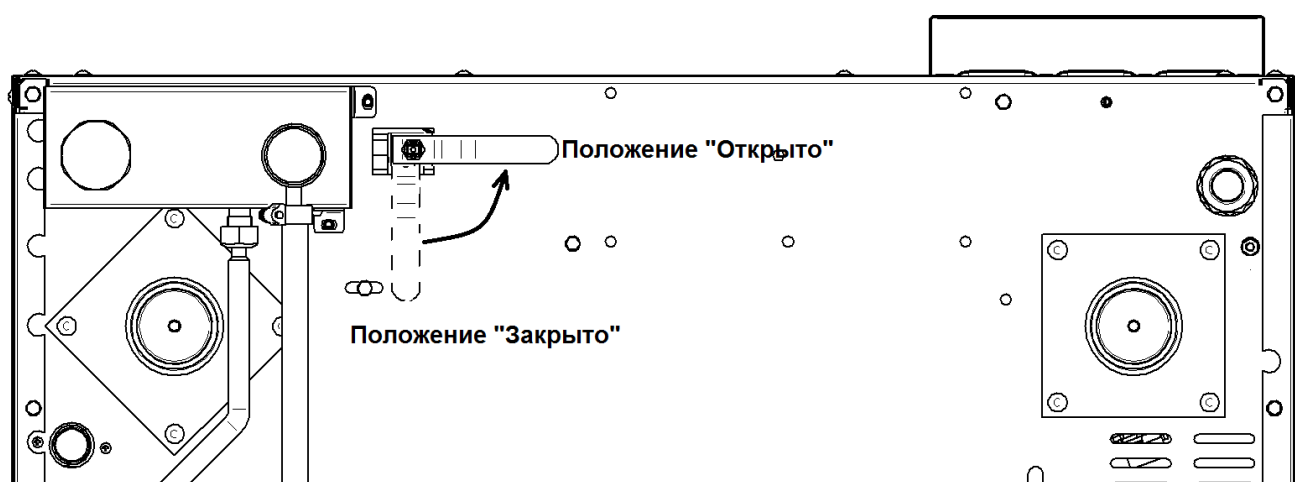
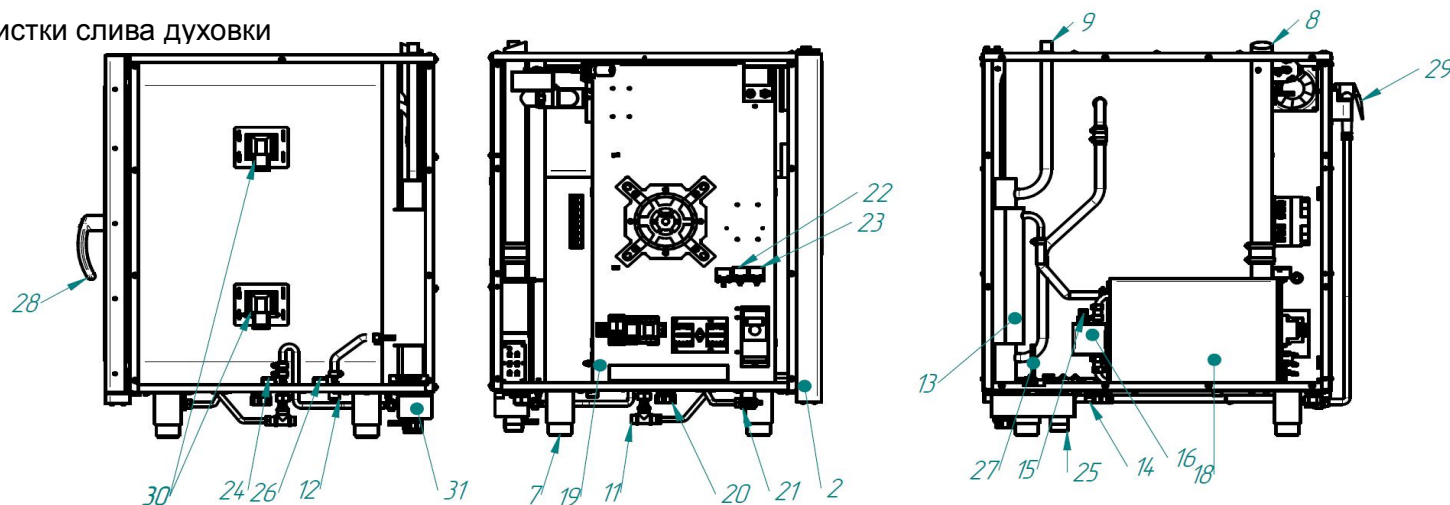

Рисунок 2 Кран слива воды с бойлера
Рисунок 1 Устройство пароконвектомата
Общий вид пароконвектомата приведен на рис. 1.
Духовка рис. 1 поз. 1, установлена на основании и снаружи закрыта съемной облицовкой и дверью.
Дверь имеет двойное остекление. Внутреннее стекло (рис. 1 поз. 3) установлен на петлях и может открываться для очистки.
Ручка двери (рис.1 поз. 28.) имеет двухступенчатый механизм открывания.
- вентилятор рис. 1 поз. 6 (крыльчатка с приводом) обеспечивающий равномерное перемешивание воздуха в духовке при работе. Электродвигатель вентилятора установлен на боковой стенке духовки;
- рабочий баллон от термовыключателя (плюс) 320⁰С (рис. 1 поз. 23). Термовыключатель предназначен для предотвращения аварийной ситуации, при отказе системы контроля регулирования температуры. Термовыключатель при достижении температуры в духовке (плюс) 320⁰С обесточивает цепи управления. Алгоритм работы контроллера, анализируя состояние контактов цепей управления, на панель управления выводит условный код ошибки (см. п. 8).
- направляющие рис. 1 поз. 5 левая и правая (для установки гастроемкостей);
- на правой стенке, под защитным стеклом, установлены две лампы освещения (рис. 1 поз. 30).
Сбор влаги с двери 3 и духовки происходит в лоток (рис. 1 поз. 4).
Духовка соединена с внешней средой через коллектор (рис. 1 поз. 9).
Электрооборудование установлено за левой стенкой на щите монтажном (рис.1 поз. 19).
Контроллер расположен за панелью управления (рис. 1 поз. 2).
– подвод воды к парогенератору (рис. 1 поз. 12)
– подвод воды к душевому устройству и к системе охлаждения коллектора (рис. 1 поз. 11).
Парогенератор рис. 1 поз. 18 вырабатывает и обеспечивает подачу пара на заданных режимах работы в духовку.
Для контроля уровня воды в парогенераторе предусмотрен бачок (рис. 1 поз. 17), в котором установлены два электрода (рис. 1 поз. 15). Контроллер формирует сигнал и посылает сигнал на электроды. По состоянию сигнала на электродах контроллер формирует команду на
включение или выключение электромагнитного клапана (рис. 1 поз. 26) (заполнение бойлера): при снижении уровня воды в парогенераторе ниже длинного электрода контроллер выдает сигнал на включение электромагнитного клапана, а при достижении уровня воды верхнего электрода контроллер выдает команду на отключение электромагнитного клапана. Для предотвращения аварийной ситуации, при отказе системы контроля уровня воды, в парогенератор установлен рабочий баллон термовыключателя (рис. 1 поз. 22), рабочий баллон соединяется с корпусом терморегулятора с помощью капиллярной трубки. Термовыключатель при достижении температуры (плюс) 160⁰С обесточивает систему управления. Алгоритм работы контроллера, анализируя состояние контактов цепей управления, на панель управления выводит условный код ошибки (см. п. 8).
Для слива воды из парогенератора предусмотрен кран (рис. 1 поз. 14). Кран слива воды с парогенератора расположен под основанием пароконвектомата ближе к задней стенке (см. рис. 2). При установке ручки параллельно задней стенке кран переводится в положение «Открыто».
При установке ручки крана перпендикулярно задней стенке кран переводится в положение «Закрыто» (см. рис. 2).
Пар, пройдя через духовку, поступает в коллектор (рис.1 поз. 13), где конденсируется и поступает в водосборный коллектор (рис. 1 поз. 31). Температуру сливаемого в канализацию конденсата отслеживает датчик (рис. 1 поз. 27). Если температура конденсата выше 85⁰С, то контроллер выдает сигнал управления на электромагнитный клапан охлаждения коллектора (рис. 1 поз.24) и сливаемый конденсат охлаждается водопроводной водой.
Пароконвектомат укомплектован душевым устройством для ручной мойки духовки. Душевое устройство крепится на левой боковой стенке. Для перекрытия подачи воды к душевому устройству предусмотрен кран (рис. 1 поз. 21).
Для очистки трассы слива воды с духовки служит пробка (рис. 1 поз. 20).
Ножки (рис.1 поз. 7) позволяют надежно установить на любой поверхности, в точном горизонтальном положении.
- после окончания смены сливать воду из парогенератора (установить кран в положение «открыто», см. рис. 2).